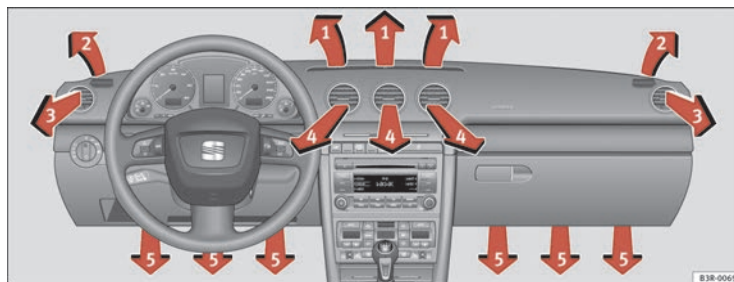

Fig. 143 Tablero de instrumentos: Disposición de los difusores de aire
Los difusores de aire ⇒ fig. 143 ③ y ④ pueden manejarse de la siguiente manera.
Las tres teclas tienen el siguiente significado. Los números hacen referencia a los difusores de aire ⇒ página 177, fig. 143.
Tras desconectar el encendido, el motor del ventilador funciona con la energía que le proporciona el techo solar. Para conseguir una ventilación óptima deben estar abiertos los difusores 3 y 4 ⇒ página 177, fig. 143.